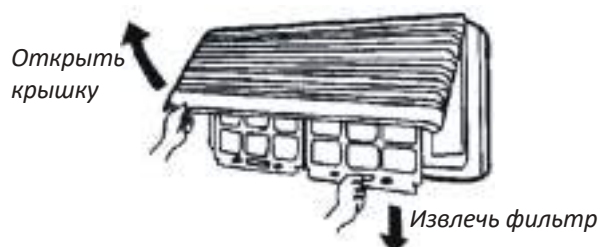

Рисунок 6.2
- Для чистки фильтра-сетки необходимо извлечь его из корпуса блока. Для этого откройте крышку передней панели блока и потяните фильтр вниз и на себя (см. рисунок 6.2)